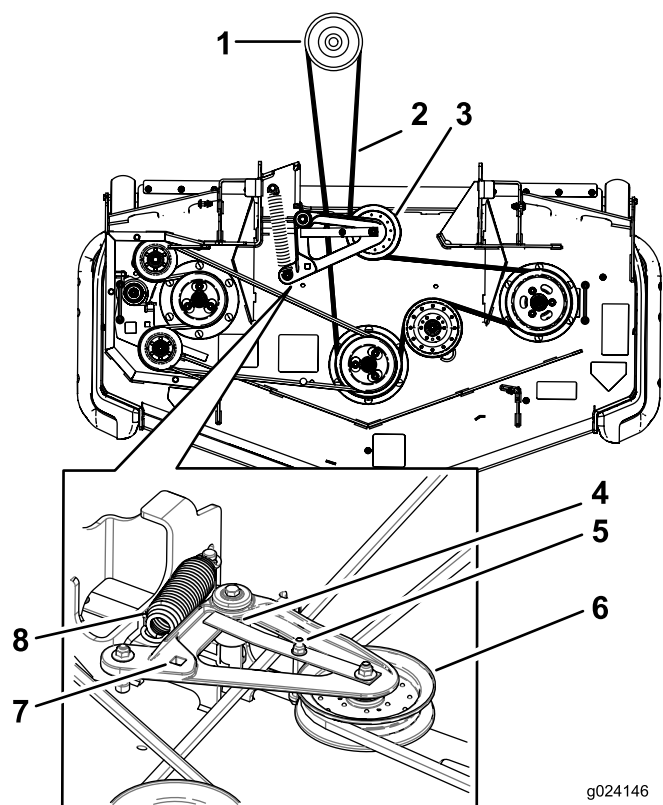

Bild 74
10. Setzen Sie eine Ratsche in das rechteckige Loch ein und verlegen Sie den neuen Riemen um die Riemenscheiben des Mähwerks und um die Spannscheiben (Bild 74).
8. Setzen Sie eine Ratsche in das rechteckige Loch im Spannarm ein, um die Spannung an der Spannscheibenfeder zu lösen (Bild 74).
10. Heben Sie die Riemenführungsnase an und nehmen den vorhandenen Riemen ab (Bild 74).
11. Verlegen Sie den neuen Riemen um die Mähwerk- und Bremsspannscheiben unter dem Motor (Bild 74).
12. Drehen Sie die Riemenführungsnase und stellen Sie sicher, dass sie gegen den Drehzapfenhub anschlägt Bild 74.
13. Setzen Sie die Spannscheibenfeder mit der Ratsche im rechteckigen Loch ein (Bild 74).